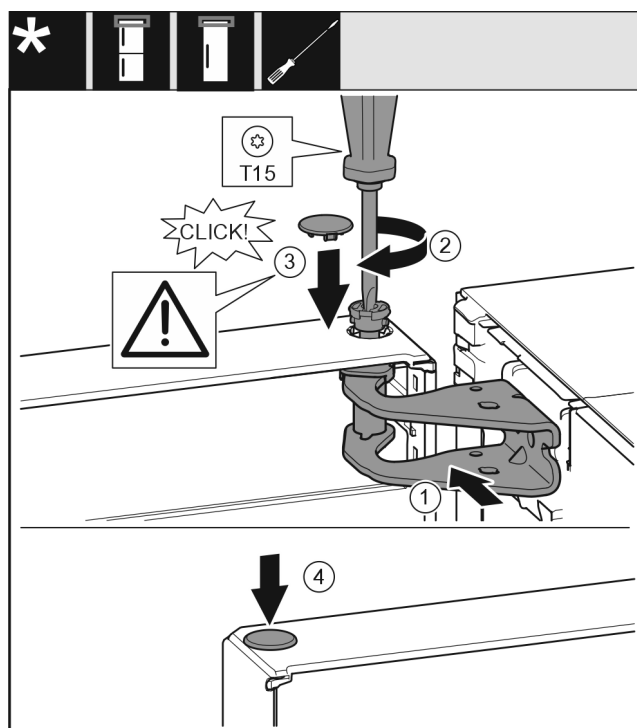

Fig. 24
- ▶ Dveře nahoře vyrovnejte s otvorem ve stojanu ložiska Fig. 24 (1).
- ▶ Vložte čep Fig. 24 (2) a pevně jej utáhněte šroubovákem.
- ▶ Nasadte kryt Fig. 24 (3).
- ▶ Zkontrolujte, zda kryt Fig. 24 (3) doléhá na dveře.
- ▶ Nasadte kryt Fig. 24 (4).